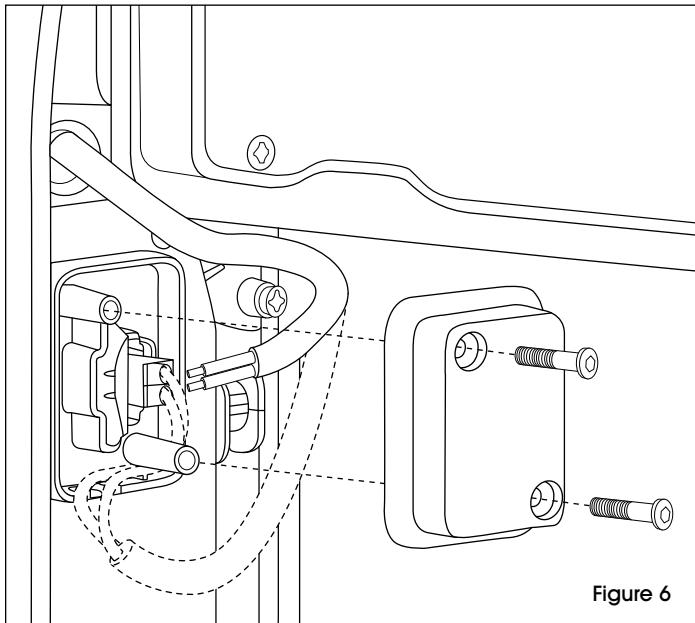

Figure 6
10. Une fois que le câble électrique a été passé, raccordez chaque extrémité aux bornes correspondantes en plaçant chacune dans le bon circuit. Fermez la boîte. (Voir Figure 6)